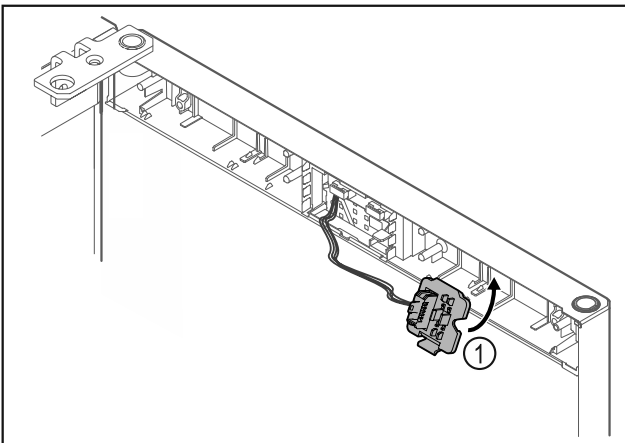

Fig. 23
- Innestare il supporto connettori Fig. 23 (1) sul lato opposto.